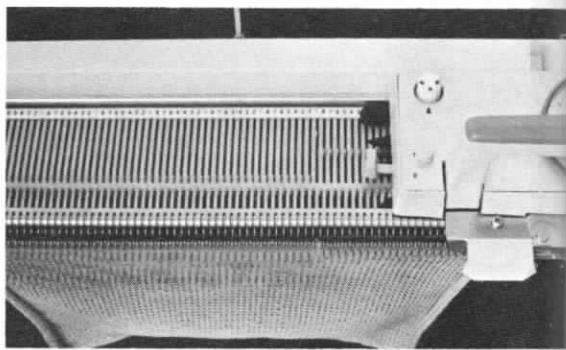
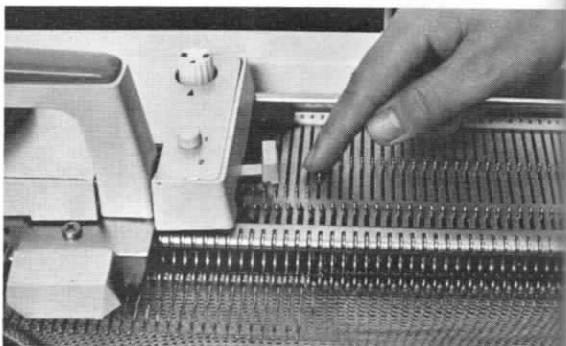

Fig. 60
Fig. 61
- b) En el lado opuesto del carro, avanzar a posición de espera E el número deseado de agujas a excepción de la última aguja hacia el centro que será retrocedida a posición B (Fig. 60). Tejer una pasada y avanzar esta última aguja de posición trabajo a posición-espera E (Fig. 61). Tejer una pasada;
- c) \* Retroceder de la posición-trabajo C a posición-selección B la próxima aguja del **interior** (Fig. 60). Tejer una pasada. Avanzar estas agujas a posición-espera E (Fig. 61). Tejer una pasada. \*
- b) \* Del lado opuesto al carro, avanzar de la posición-trabajo C a la posición-espera E, el número deseado de agujas (Fig. 60). Tejer una pasada;
- c) Avanzar de la posición C a la posición E la aguja del interior (Fig. 61). Tejer una pasada; \*